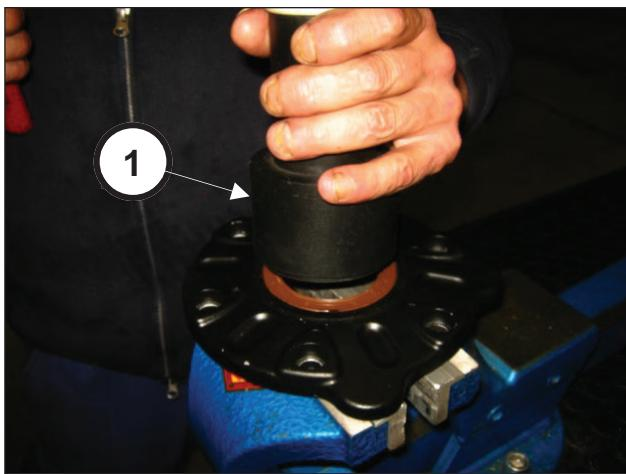

图77
通过使用代号为27548200的工具（部件号①，图77），将油封插入小齿轮盖内。